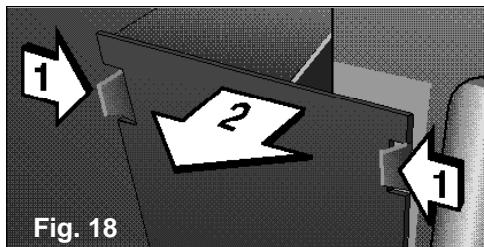

Fig. 18
- Rimuovete il coperchio **F**, **Fig. 1**, dell'unità interna in modo da lasciare in vista la zona d'unione della manichetta flessibile, **Fig. 18.**